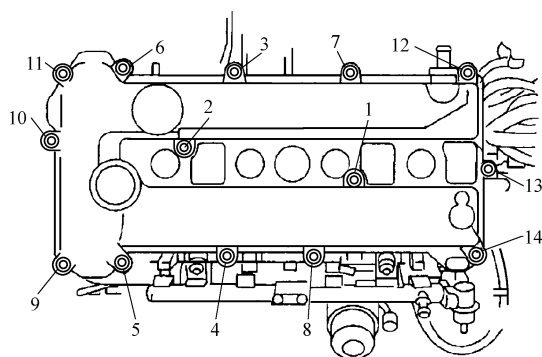

图 25-44 气缸盖罩固定螺栓紧固顺序
2) 按照图 25-44 所示顺序，紧固气缸盖罩固定螺栓，紧固力矩为 $8.0 \sim 10.5 \text{ N} \cdot \text{m}$ 。